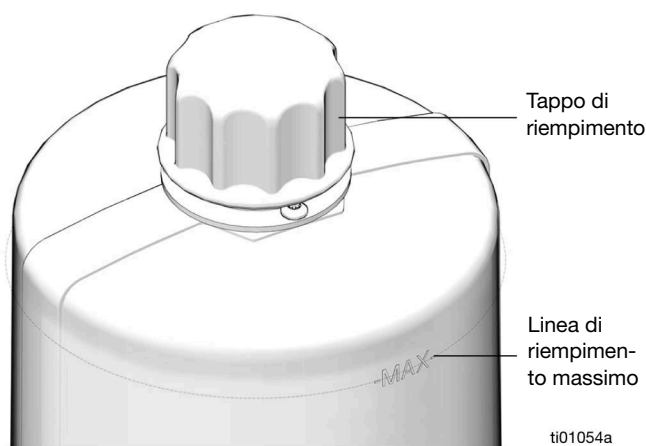

FIG. 22
- Non riempire eccessivamente (FIG. 22).
1. Rimuovere il tappo di riempimento (Z) (FIG. 22).
2. Versare l'olio nel serbatoio fino alla linea di riempimento massimo (FIG. 22).
3. Reinstallare il tappo di riempimento (Z). Serrare saldamente a mano il tappo.